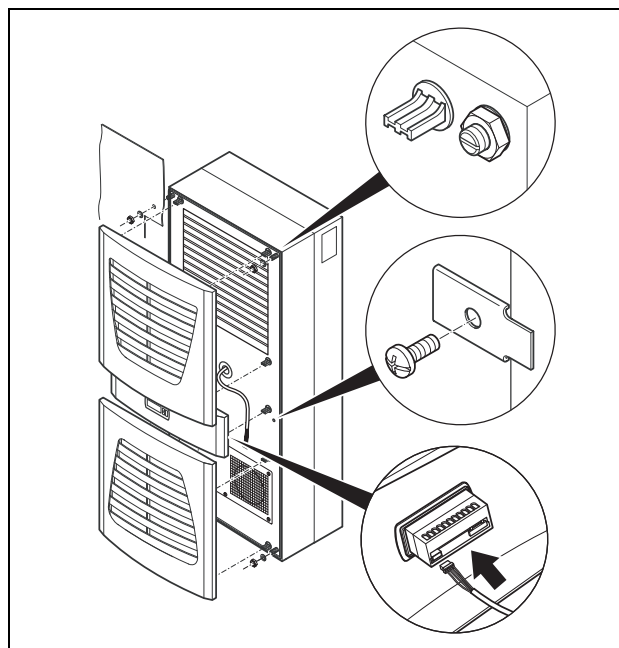

Рис. 18: Крепление агрегата
- При необходимости дополнительно закрепить агрегат с помощью прилагаемых крепежных пластин, как показано на рис. 18.